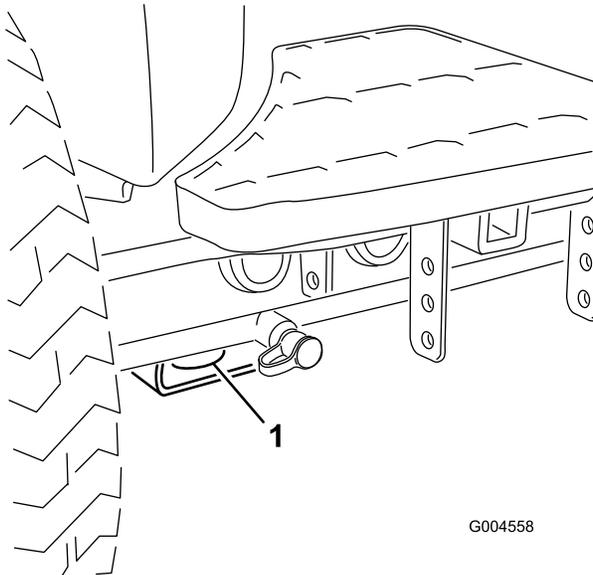

Bild 47
- Vorne: Loch im Rechteck unter dem Achsenrohr in jedem Vorderreifen (Bild 47).